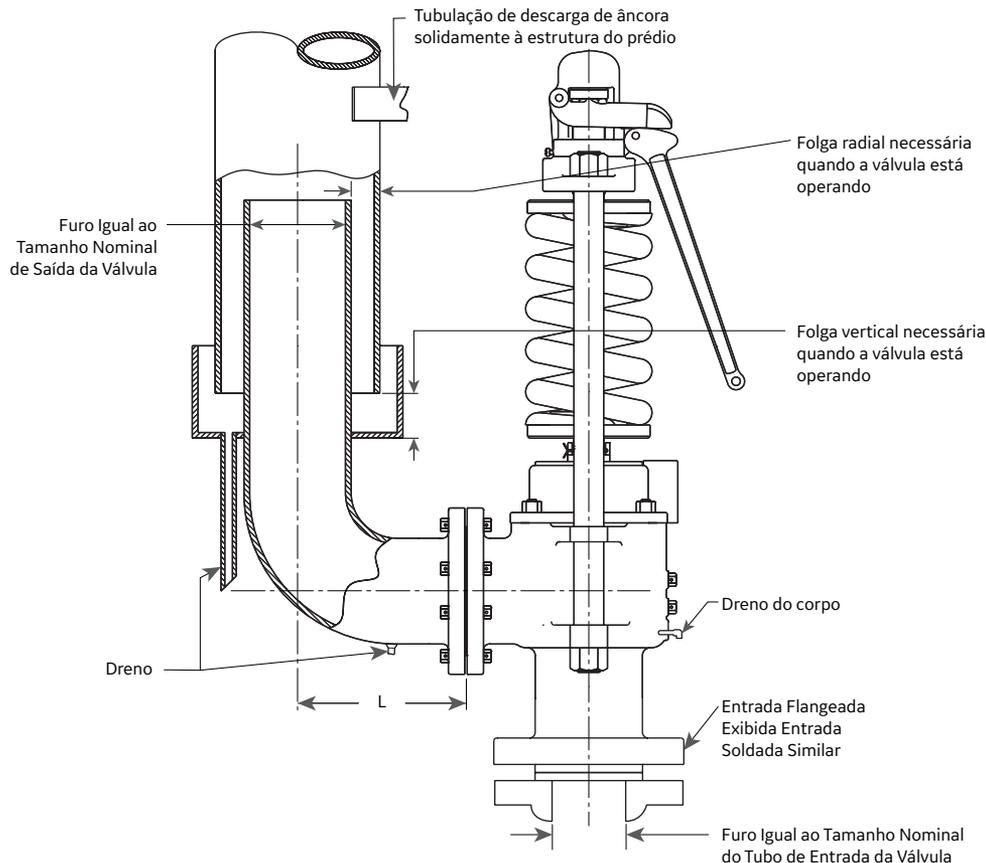

Figura 9: Instalação recomendada para tubulação de ventilação e descarga
1. A válvula deve ser instalada para atender a todos os requisitos da Figura 9 e Tabela 1.